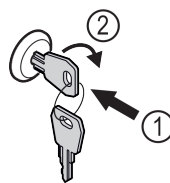

Fig. 123 Voorbeeld
- ▶ Sleutel erin duwen Fig. 123 (1).
- ▶ Sleutel 90° rechtsom draaien Fig. 123 (2).